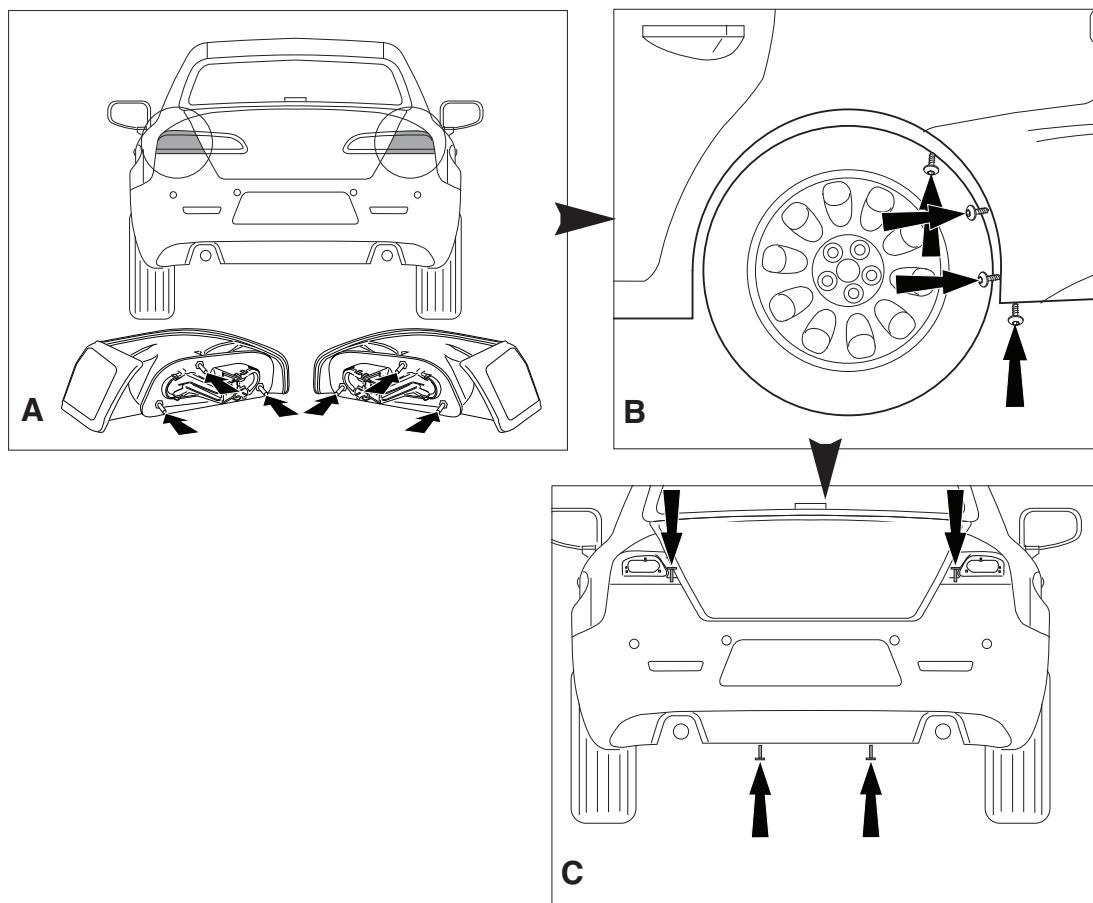

Fig.1
2. Demonter baglydtegne. (Se fig. 1).
3. Demonter kofangeren inklusive udryldningssælen af polystyren. (Se fig. 1).